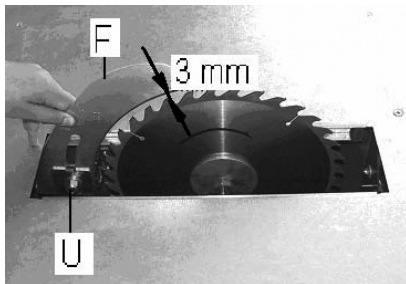

Fig. 15
Kløvekilen skal altid anvendes. Der slukkes for strømmen ved at trække netstikket ud. Kløvekilen (F, fig. 15) fastgøres med en møtrik (U).